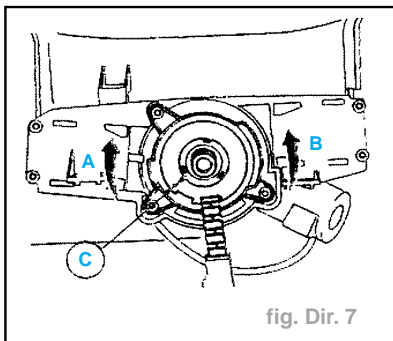

fig. Dir. 7
Impératif : En cas de décollement de l'adhésif maintenant la position centrale (C) du contacteur tournant, régler celui-ci avant la repose (fig. Dir. 7).
- Réglage du contacteur à l'état libre (fig. Dir. 7) :
- tourner la platine supérieure dans le sens (A) jusqu'à la butée,
- effectuer une rotation inverse dans le sens (B) de la platine en comptant le nombre de tours jusqu'à la butée symétrique,
- ramener la platine supérieure en position centrale (C) en effectuant une rotation dans le sens (A) de la moitié de la totalité du nombre de tours (soit 2,5 tours environ)
Attention : En position centrale, le faisceau d'alimentation du module volant doit se situer en face du repère (C) (fig. Dir. 7).